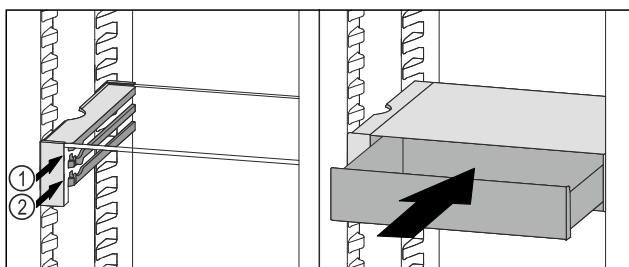

Fig. 76
- ▶ Predal VarioSafe namestite za zaustavljalnimi elementi na želeni nastavek Fig. 76 (1) ali Fig. 76 (2).